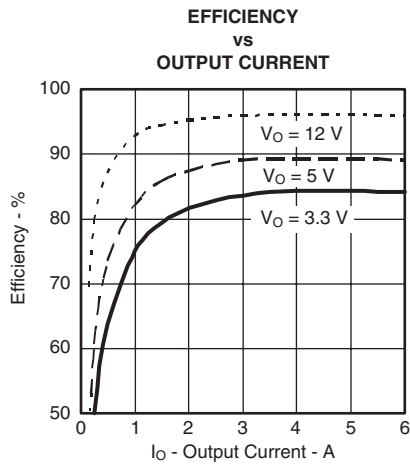
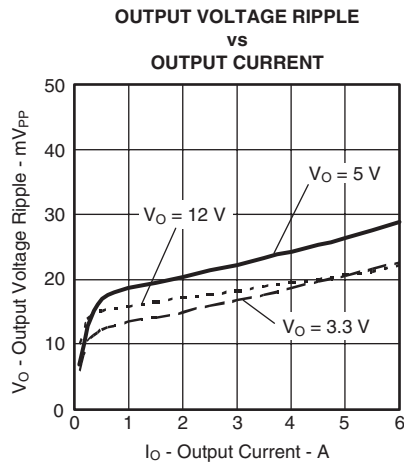
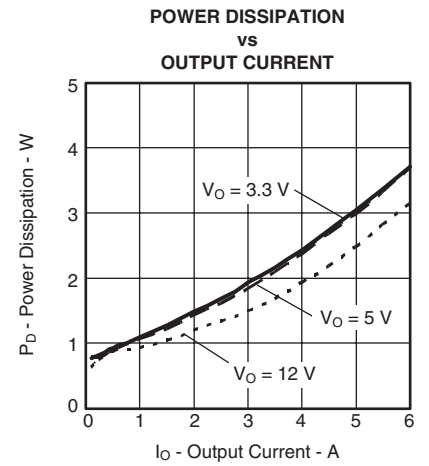

図 6
図 7
図 8
- (1) この電気的特性データは、実際の製品を25°Cでテストして得られたものです。このデータは、コンバータの代表的なデータと考えられます。図6、図7、および図8に対して適用されます。